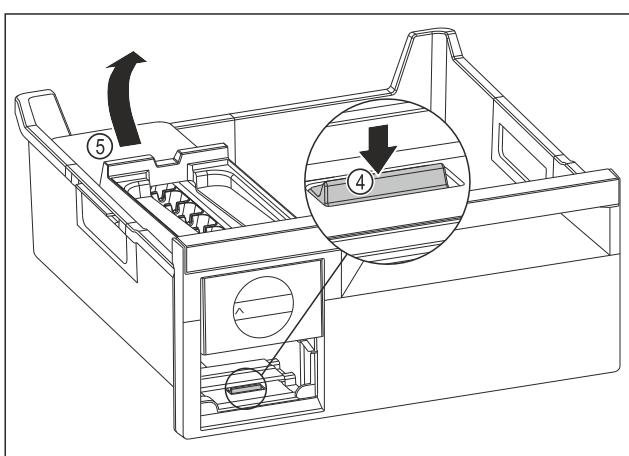

Fig. 111
- Scoaterea corpului EasyTwist-Ice: Apăsați eclisa Fig. 111 (4) cu degetele în jos și concomitent cu cealaltă mână ridicați corpul EasyTwist-Ice Fig. 111 (5) din spate.